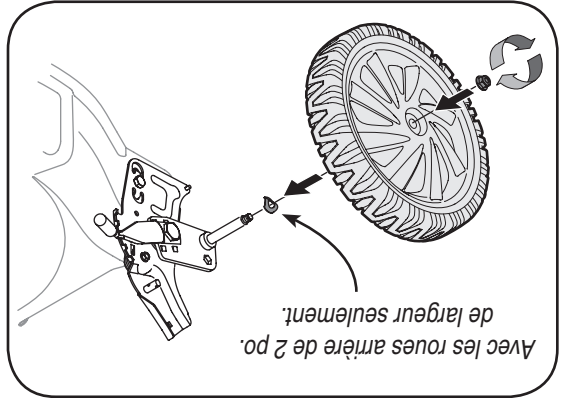

Figure 3-1
c. Sur les modèles équipés de roues arrière de 2 po de largeur, vérifiez que la rondelle à ressort se trouve sur l'intérieur de la roue, entre la roue et la tondeuse, le côté creux vers le support. Voir la Figure 3-1.